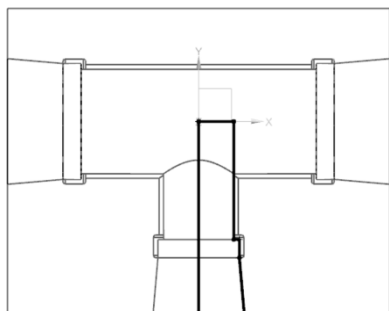
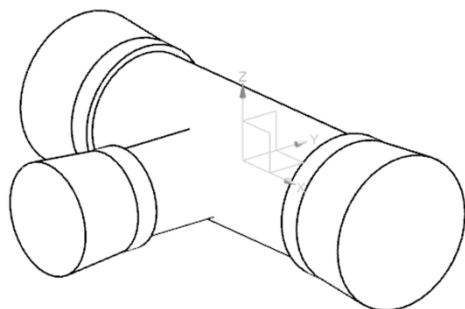

图 6-29 绘制截面
图 6-30 创建旋转体（三）
(49) 选取“菜单 | 格式 | 图层设置”命令，显示其他图层。
(50) 选取“菜单 | 插入 | 设计特征 | 旋转”命令 ，选取 XOY 平面为草绘平面， X 轴为水平参考，绘制一个截面，如图 6-29 中的粗线所示。
(51) 单击“完成”按钮 ，在【旋转】对话框中对“指定矢量”选取“ $YC \uparrow$ ”按钮 ，把“旋转点”设为 $(0, 0, 0)$ ，“开始角度”设为 0 ，“结束角度”设为 360° ，“布尔”选取“无”。
(52) 单击“确定”按钮，创建旋转体 (三)，如图 6-30 所示。
(53) 选取“菜单 | 格式 | 图层设置”命令，关闭其他图层，只显示第 2 层的实体。